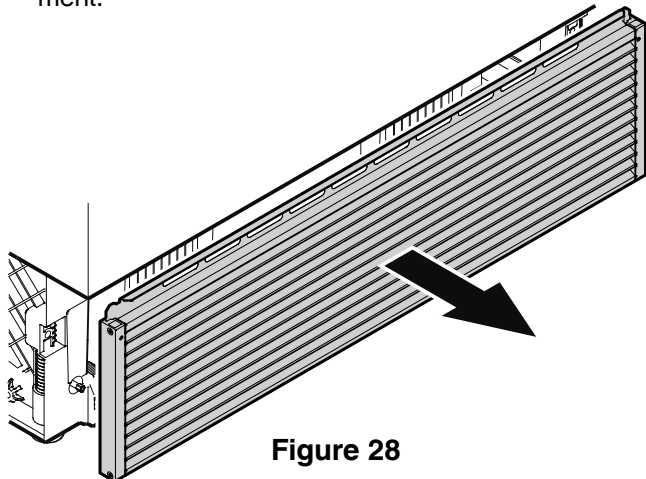

Figure 28
- Ouvrir le tiroir inférieur du congélateur et retirer la grille de ventilation en la tirant vers l'avant - **Figure 28**. La grille dispose d'une fixation magnétique et aucun outil n'est nécessaire lors du déplacement.